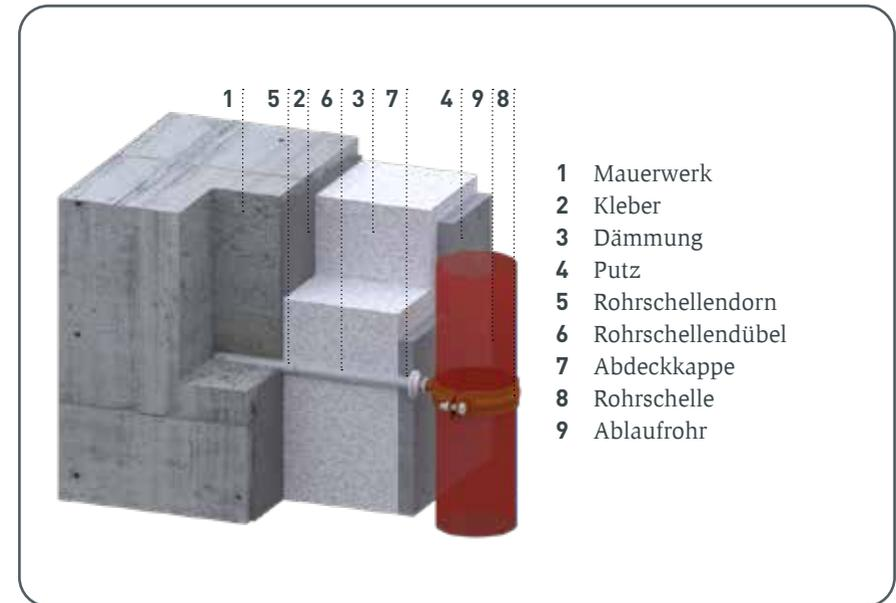

Abbildung 7 · Rohrschellendübel
- Rohrschelle mit M10-Gewinde am Rohrschellenhalter festschrauben. Der Abstand vom Rohr zur fertigen Fassadenfläche muss mind. 20 mm betragen (Bild 7).